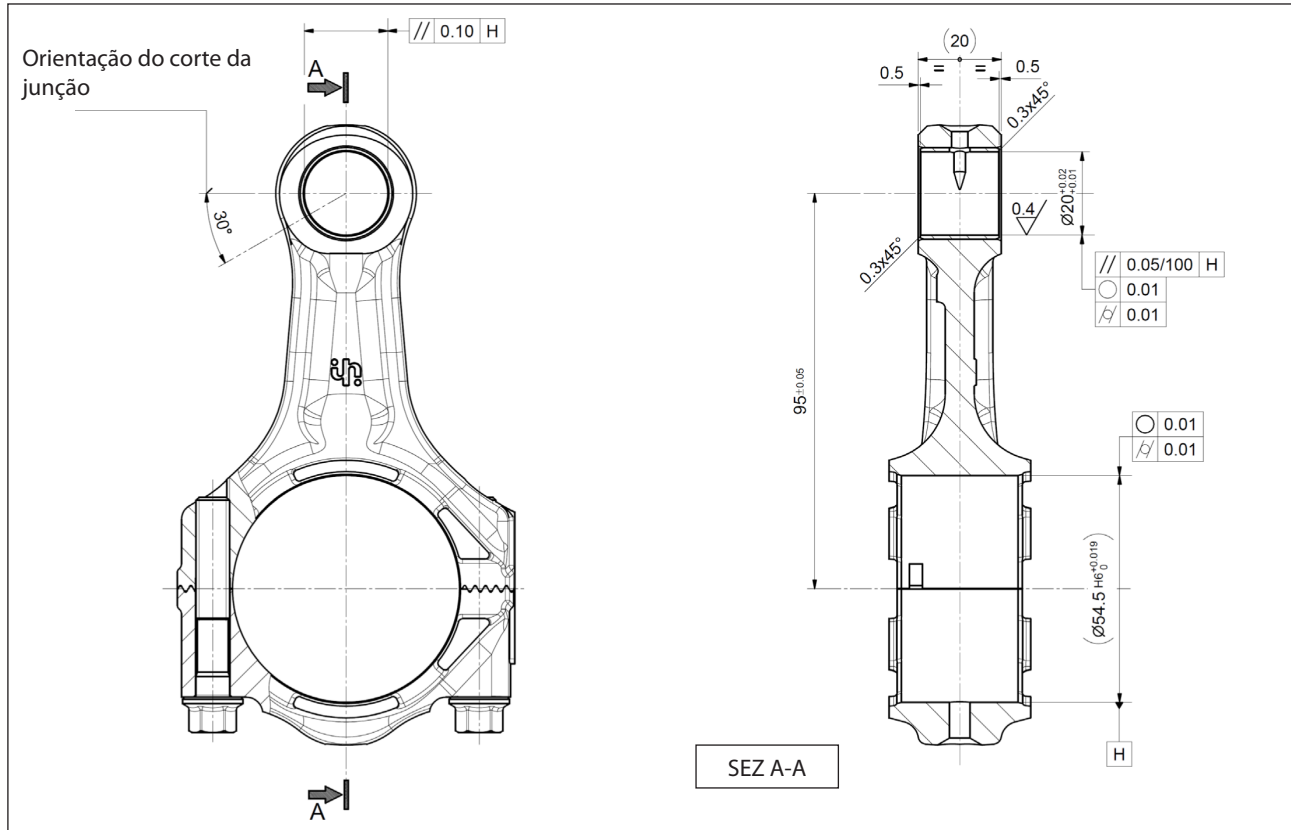

Fig. 51
- o corte de junção é orientado, conforme indicado na Fig. 51.
Execute sucessivamente os trabalhos mecânicos, respeitando rigorosamente as dimensões e tolerâncias relacionadas na Fig. 51.